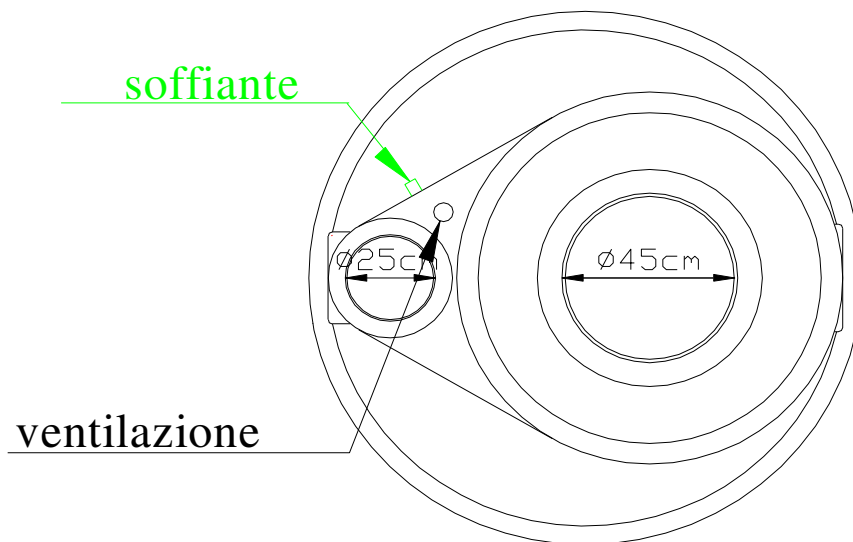

Fig.2 – Posizionamento collegamenti biogas e ossigenazione
- il collegamento deve essere effettuato utilizzando fascette di acciaio inox e tubo telato in gomma da ¾" (19mm) o superiore con adeguati raccordi, proteggendolo da schiacciamento e strozzature. Il collegamento al depuratore avverrà in corrispondenza del raccordo identificato dalla targhetta o scritta "soffiante" (Fig.2).